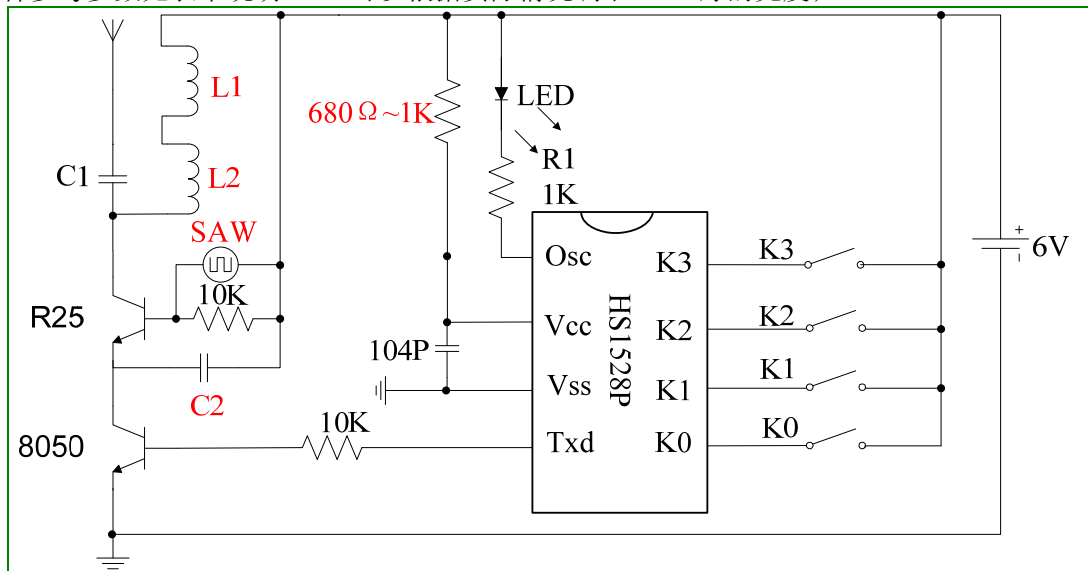

图 2 6V 参考应用电路
4、表 2 中数据为 1 位数据位（如上图所示“0”码或“1”码）的宽度 TD，烧写器烧写 1600μs，并在电源电压上串接 680Ω 电阻后，实际一位码宽（电路如图 2 所示）。